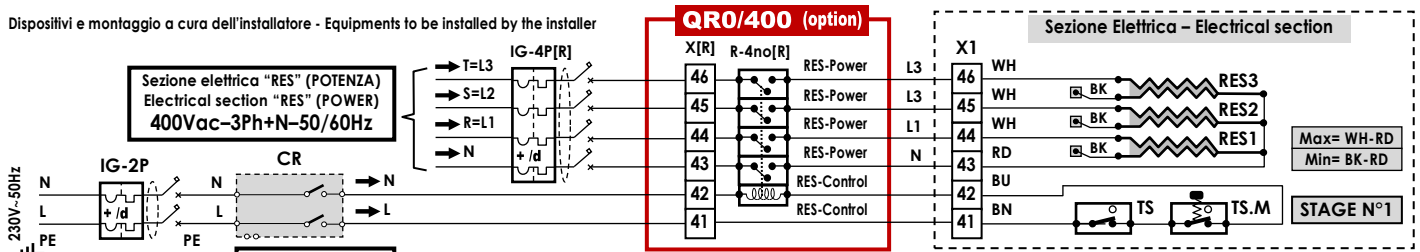
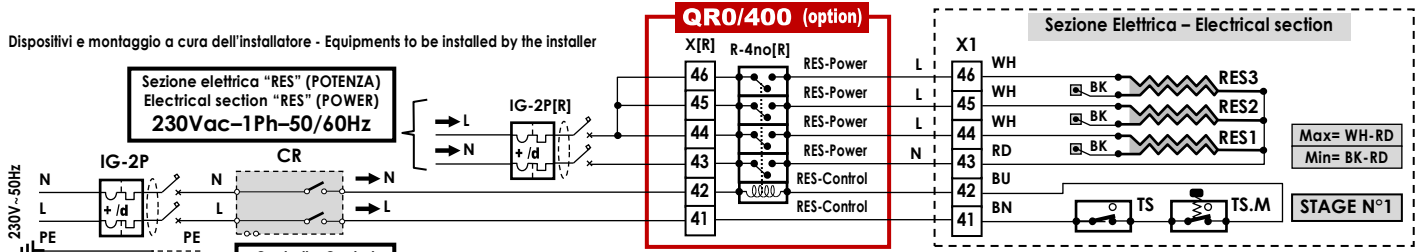
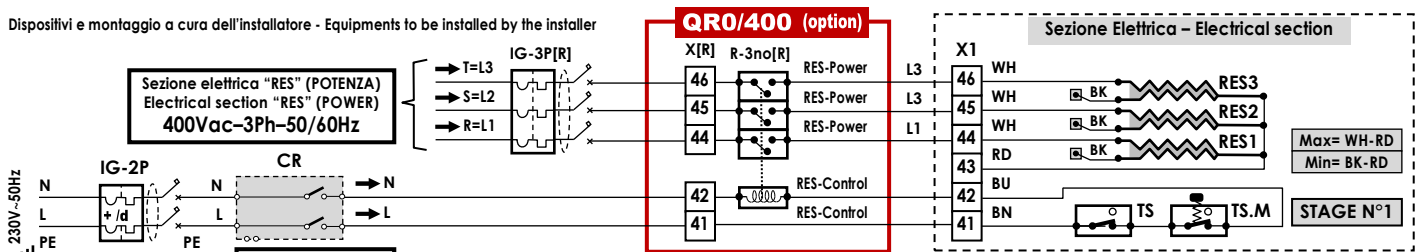
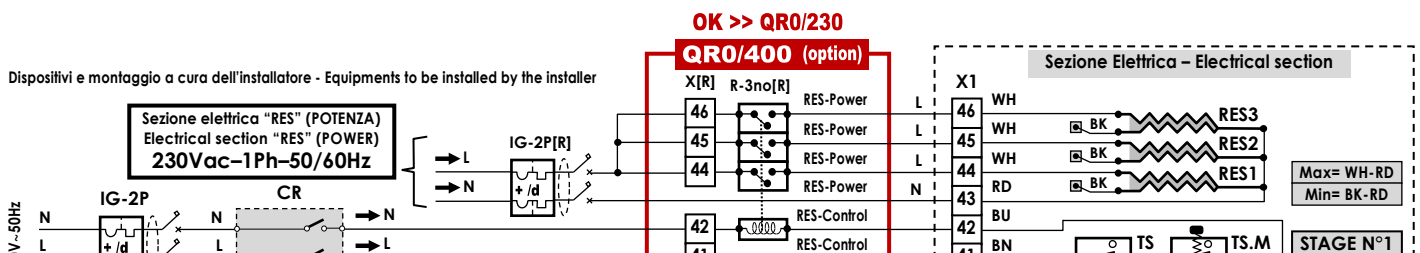

Fig.1
Fig.2
Fig.3
Fig.4
I banchi di resistenze "RES" 400Vac trifase sono costituiti da 3 banchi di resistenze uguali (3 resistenze o loro multipli: 3, 6, 9, 12, 15, ecc.), della stessa potenza (carico equilibrato), con collegamento elettrico a stella, dove gli estremi diventano le 3 fasi R-S-T ed il centro stella diventa il Neutro (Fig.1,2,3).
Anche qualora il centro stella (= Neutro) non venisse collegato alla rete elettrica (Fig.3), il collegamento a stella di carichi resistivi uguali continua a rimanere un sistema con una "sicurezza intrinseca al tipo di collegamento elettrico" stesso: infatti qualora uno dei 3 banchi di resistenze si danneggiasse, si bruciasse, venga interrotto o semplicemente non venga collegato alla linea, gli altri 2 banchi si troverebbero ad essere alimentati con tensione 400Vac ai loro capi → ma essendo 2 carichi uguali in serie, cadauno vedrebbe ai propri capi una tensione pari a  $400Vac/2 = 200Vac$ , ossia una tensione minore della tensione 230Vac per cui ogni singola resistenza è progettata → quindi si avrebbe una sottoalimentazione elettrica dei 2 banchi di resistenze rimanenti → quindi si ottiene una ancor maggiore sicurezza a salvaguardia delle resistenze stesse (sottoalimentazione elettrica = sottoriscaldamento delle "RES").
• Il Relè "R-...no[R]" può essere a 3 o 4 contatti no (no = contatto normalmente aperto), opp. 3 o 4 contatti co (co = contatto in scambio), con (Fig.1) o senza (Fig.2,3) intercettazione del Neutro (in questo caso il Neutro by-passa il Relè).
The banks of resistances "RES" 400Vac three-phase consist of 3 banks of equal resistances (3 resistances or multiples: 3, 6, 9, 12, 15, etc.), with the same power (balanced load), with star electrical connection, where the extremes become the 3 phases R-S-T and the star center becomes the Neutral (Fig.1,2,3).
Even if the star center (= Neutral) is not connected to the power supply (Fig.3), the star connection of identical resistive loads keeps being an "intrinsically safe electrical connection": in fact if one of the 3 banks of resistances is damaged, burned, interrupted or simply not connected to the line, the other two banks would be anyway power supplied at 400Vac → but being 2 equal loads in series, each would see at its extremes a voltage of  $400Vac/2 = 200Vac$ , ie a lower voltage of the voltage 230Vac to which each resistor has been designed for → then there would be an electrical undersupply of the 2 groups of remaining resistances → then there an additional security to protect the same resistances (electrical lower power supply = "under heating" of the "RES").
• The "R-...no[R]" Relay can be 3 or 4 no contact (no = normally open contact) or 3 or 4 co contact (co = change-over contact), with (Fig.1) or without (Fig.2,3) Neutral interception (in this case, the Neutral by-passes the Relay).
In particolare, i banchi di resistenze "RES" 400Vac trifase sono costituiti da 3 banchi di resistenze 230Vac monofase uguali (3 resistenze o loro multipli: 3, 6, 9, 12, 15, ecc.), della stessa potenza (carico equilibrato), con collegamento elettrico a stella, dove gli estremi diventano le 3 fasi R-S-T ed il centro stella diventa il Neutro (Fig.1,3).
Il Neutro viene da noi sempre portato in morsetteria. Anche qualora il centro stella (= Neutro) non venisse collegato alla rete elettrica (Fig.3), il collegamento a stella di carichi resistivi uguali garantisce perfetto funzionamento e conformità (carico equilibrato).
- Se la sezione elettrica 400V trifase è cablata con il Neutro (Fig.1), collegarla alla linea 230V monofase come da Fig.2, previa verifica portata contatti del relè. Infatti, con alimentazione 230V (Fig.2) la corrente totale, somma delle tre RES1+2+3, passa per il neutro N, mentre con alimentazione 400V trifase (Fig.1) sul neutro N non è previsto alcun passaggio di corrente. Se la portata del contatto del Relè che alimenta il neutro N non è sufficiente, by-passare con il Neutro il relè (utilizzare il relè 4-poli come fosse un relè 3-poli, realizzando lo schema di Fig.4).
- Se la sezione elettrica 400V trifase è cablata senza il neutro (Fig.3), collegarla direttamente alla linea 230V monofase come da Fig.4, senza necessità di alcuna verifica.
In particular, the banks of resistances "RES" 400Vac three-phase consist of 3 banks of equal resistances 230Vac single-phase (3 resistances or multiples: 3, 6, 9, 12, 15, etc.), with the same power (balanced load), with star electrical connection, where the extremes become the 3 phases R-S-T and the star center becomes the Neutral (Fig.1,3).
The neutral is always wired at the factory to the terminal board. Even if the center of the star (= Neutral) is not connected to the power network (Fig.3), the star connection of the same resistive loads guarantees perfect operation and conformity (balanced load).
- If the 400V three-phase electrical section is wired with the Neutral (Fig.1), connect it to the 230V single-phase line as shown in Fig.2, after checking the relay contacts capacity. In fact, with a 230V power supply (Fig.2) the total current, sum of the three RES1+2+3, passes through the neutral N, while with a 400V three-phase power supply (Fig. 1) there is no current flow on the neutral N. If the capacity of the relay contact that supplies the neutral N is not sufficient, by-pass the relay with the Neutral (use the 4-pole relay as if it is a 3-pole relay, making diagram in Fig.4).
- If the 400V three-phase electrical section is wired without the neutral (Fig.3), connect it directly to the single-phase 230V line as shown in Fig.4, without the need for any checks.